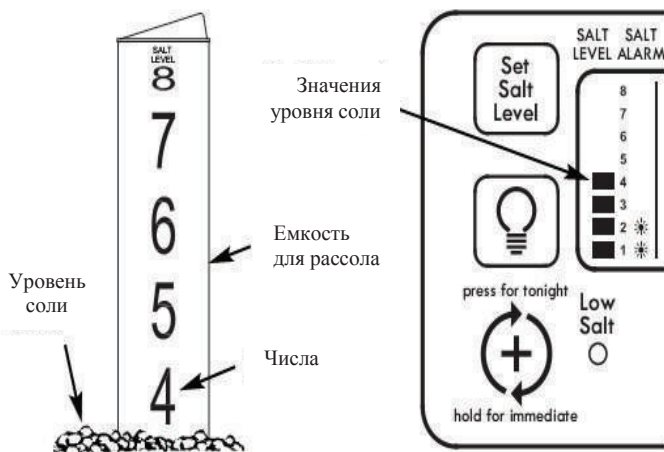

РИС. 11
2. Шкала уровня соли, на емкости для рассола внутри резервуара, имеет числа от 0 до 8 (смотрите Рис. 11). Заметьте самое высокое число, к которому близок уровень соли.
3. Нажмите кнопку УСТАНОВИТЬ УРОВЕНЬ СОЛИ столько раз, сколько требуется, для того, чтобы значение уровня соли совпало с числом на емкости для рассола (смотрите Рис. 11). При уровне 2 или ниже будет мигать индикатор «Низкий уровень соли».